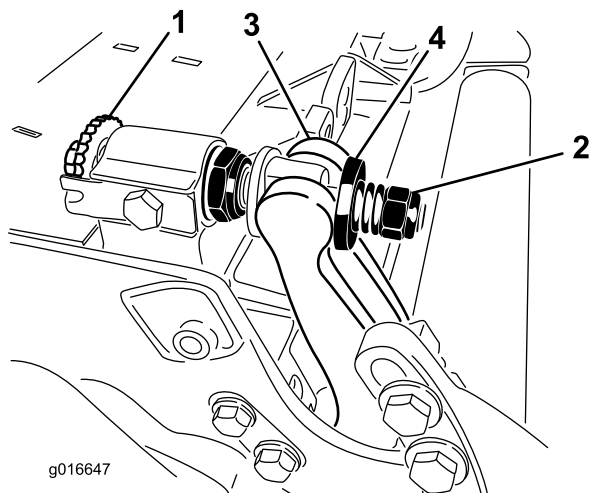

Figura 33
1. Ruotate le viti di regolazione della barra di appoggio in senso antiorario per allontanare la controlama dal cilindro (Figura 33).
2. Allentate il dado di tensione della molla, finché la rondella non sarà più in tensione contro la barra di appoggio (Figura 33).
2. Applicate del lubrificante Never Seize all'interno dell'elemento in cui vanno montate le boccole, sul telaio centrale dell'apparato di taglio (Figura 33).